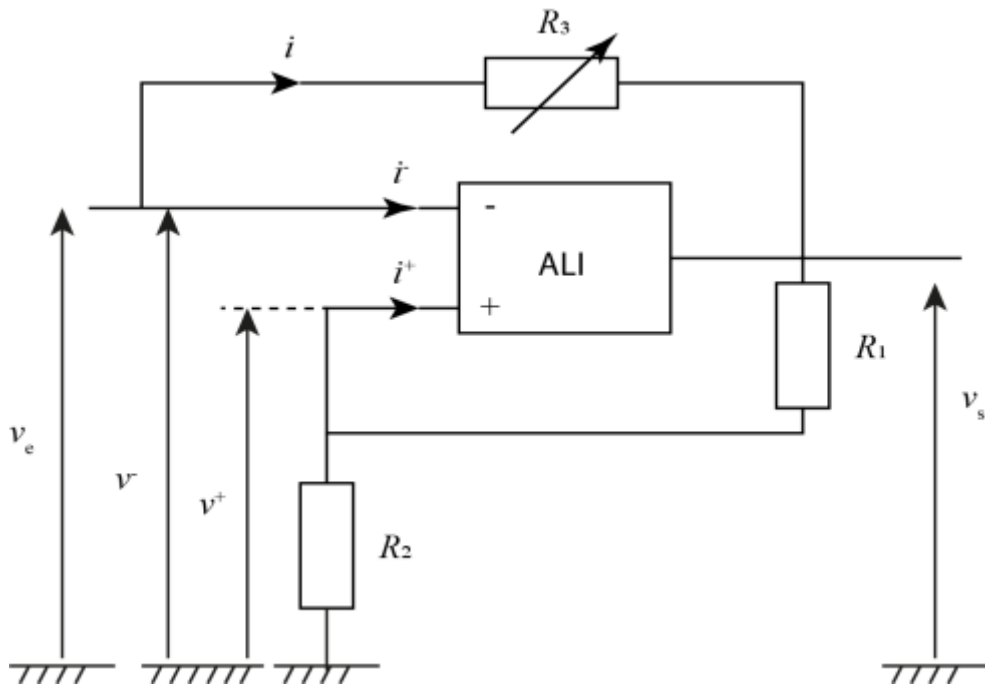
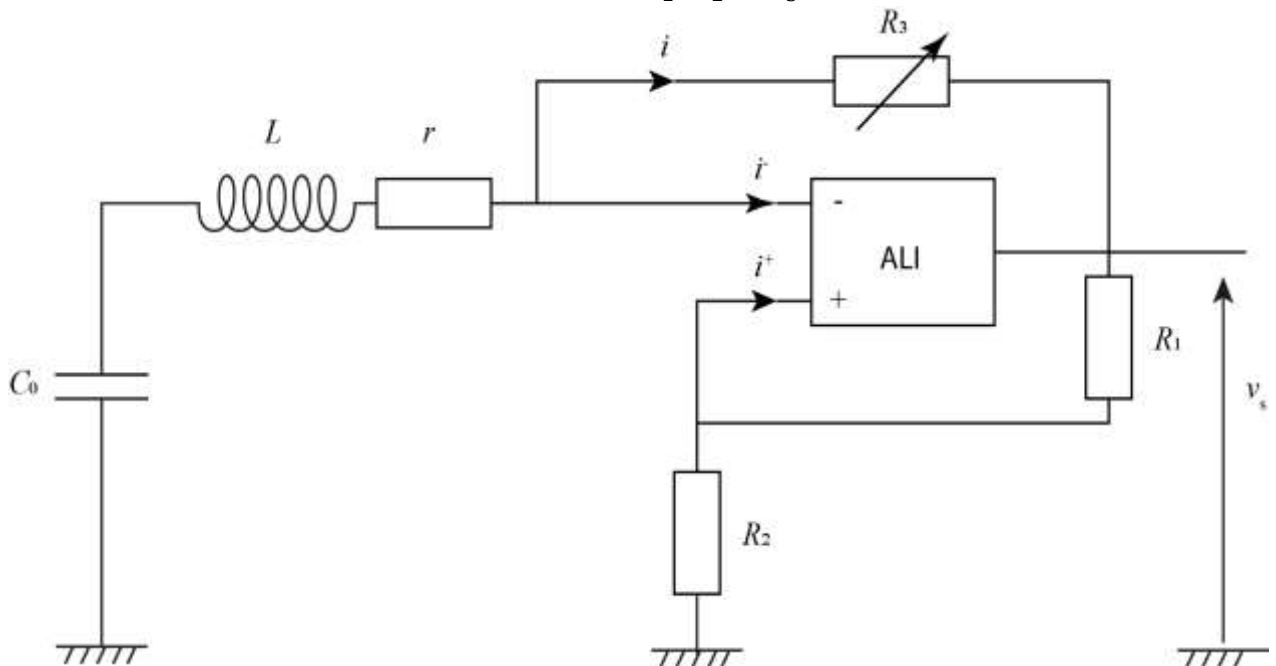

Figure 6 : Résistance négative.
Figure 7: Oscillateur quasi-sinusoidal à résistance négative.
On cherche à mesurer les variations de l'épaisseur e . Une méthode est de transformer une mesure d'épaisseur en une mesure de fréquence beaucoup plus précise. Pour ce faire, le principe consiste à réaliser un oscillateur quasi-sinusoïdal dont la fréquence est reliée à l'épaisseur e . Parmi les oscillateurs possibles, on peut imaginer d'utiliser un oscillateur quasi-sinusoïdal dont le principe est représenté sur la figure 7. Ce circuit utilise un amplificateur linéaire intégré, ou ALI, qui est un composant électronique dont l'alimentation n'est pas représentée, considéré comme idéal et en régime linéaire. En plus de l'ALI, le montage étudié comporte 3 résistances dont une variable, la résistance R_3 .
On commence par étudier une partie du circuit représenté sur la figure 7. Cette sous-partie du circuit est représentée sur la figure 6. Pour un ALI idéal en régime linéaire, on peut écrire que les intensités des courants i^+ et i^- rentrant dans l'ALI sont nulles : $i^+ = i^- = 0$ et que le gain est infini, conduisant, en régime linéaire, à $v^+ = v^-$.
30. On place le montage de la figure 6 en série avec une bobine d'inductance propre L et de résistance interne r et le condensateur décrit précédemment de capacité C_0 comme représenté sur la figure 7. Établir une inégalité entre R_1 , R_2 et R_3 et r exprimant la condition pour laquelle on peut observer l'apparition d'oscillations spontanées dans le circuit électrique. Exprimer la fréquence f_0 de ces oscillations en fonction de L et C_0 . Pour une valeur de $L = 2,0$ mH, calculer la valeur de cette fréquence de résonance pour la valeur de C_0 calculée à la question 23.